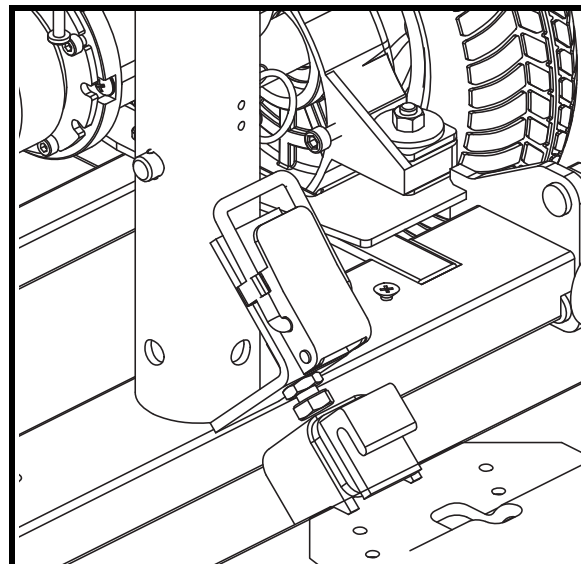

Figure 12. Loquet ouvert
7. Basculez le loquet par dessus sa boucle jusqu'à ce qu'il se bloque dans son réceptacle. Voir la figure 12.